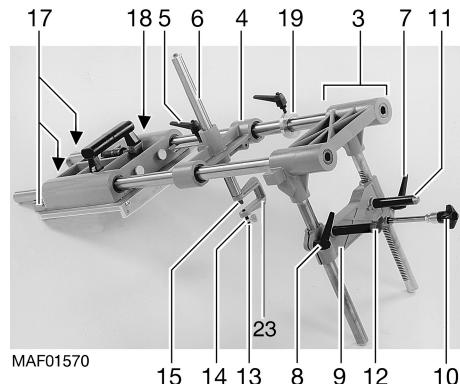
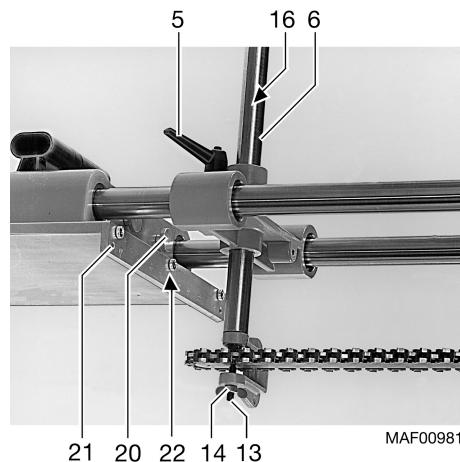

Fig. 2
Fig. 3
- Estrarre l'alloggiamento 3 (Fig. 2) dal dispositivo per fresaie a catena.
- Per applicare il sostegno della guida della catena, girare la spina filettata 13 (Fig. 3) in senso antiorario, dopo aver allentato il dado ad alette 14, in modo che la catena di fresaie si possa muovere fra la spina filettata 13 e il perno di supporto 15 (Fig. 2).
- A questo punto, fissare la spina filettata 13 (Fig. 3) con il dado ad alette 14.
- Tirare indietro il ponticello 4 (Fig. 2).
- Regolare sulla distanza desiderata in base alla scala 16 (Fig. 3) agendo sulla manopola 10 (Fig. 2) e serrare di nuovo le leve 5, 7 e 8.
- Se necessario, ruotare la staffa 23 (Fig. 2) di 180°.
- Una volta eseguita l'inclinazione, serrare di nuovo le viti 17 e 18 (Fig. 2).
Con la battuta 19 (Fig. 2) è possibile limitare la profondità di fresatura.
Una volta regolata la distanza della cava, spingere il ponticello 4 (Fig. 2) avanti, fino ad innerstarlo in posizione per assicurare il migliore sostegno possibile per la guida della catena.
Avvitare le punte di fissaggio 20 (Fig. 3) nella filettatura 21. Allineare il piano di appoggio in base alla scala 22 e premere bene contro il legno.